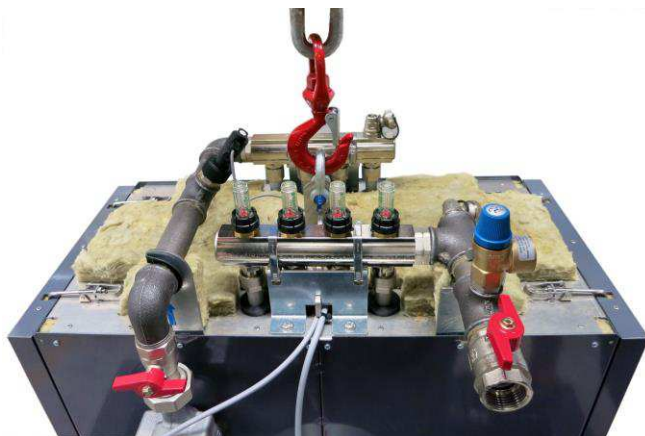

Figura 4: Occhiello di sollevamento con maniglia
Il MX fissato sulla paletta di legno può essere trasportato come si fa normalmente, con un transpallet oppure un carrello. Sotto il coperchio si trova un anello che permette l'allacciamento di un gancio di trasporto. Si può sollevare, depositare e trasportare il MX su questa maniglia (Figura 4).
- Sollevare il MX con l'aiuto della maniglia (Figura 4) e eseguire l'adattamento in lunghezza delle gambe.